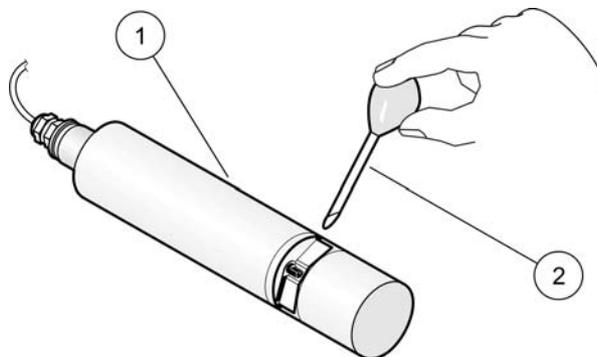

Рис. 9 Проверка калибровки (Вариант с баком)
9. **Погружной вариант:** Извлеките датчик из резервуара, ополосните измерительный тракт водой и заполните его стандартным раствором (с помощью пипетки), см. Рис. 9 на стр. 29.